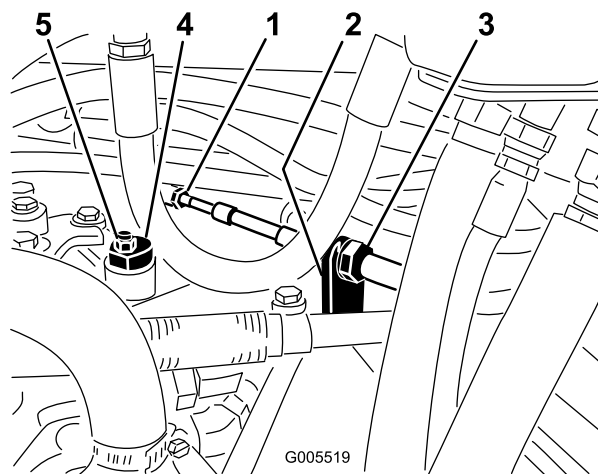

Figura 51
- A. Allentate entrambi i controdadi che fissano il cavo di comando della trazione alla paratia dell'igrostatato (Figura 51). Verificate che i controdadi siano ugualmente allentati, in modo sufficiente da consentire la messa a punto.
**Nota:** Allentate il dado che fissa l'eccentrico alla parte superiore dell'igrostatato (Figura 51).
(Figura 51). Verificate la regolazione portando l'acceleratore in posizione Slow e Fast.
- D. Da ambo i lati della piastra serrate in modo uniforme i dadi che fissano il cavo di trazione alla piastra (Figura 51). Non torcete il cavo.